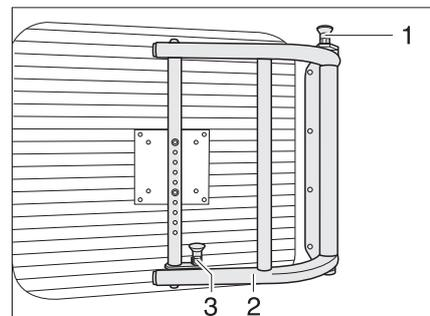

Bild 63 Schwenkarm für Flachbildschirm
- Entriegelungsknopfe (Bild 63,1 und 3) nach oben ziehen, um den Schwenkarm zu entriegeln.
- Flachbildschirm mit der Halterung (Bild 63,2) in die gewünschte Position schwenken.